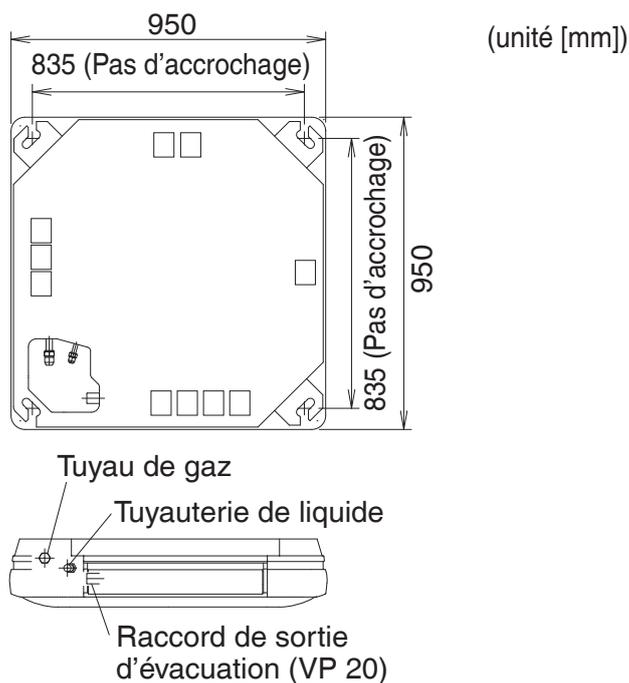
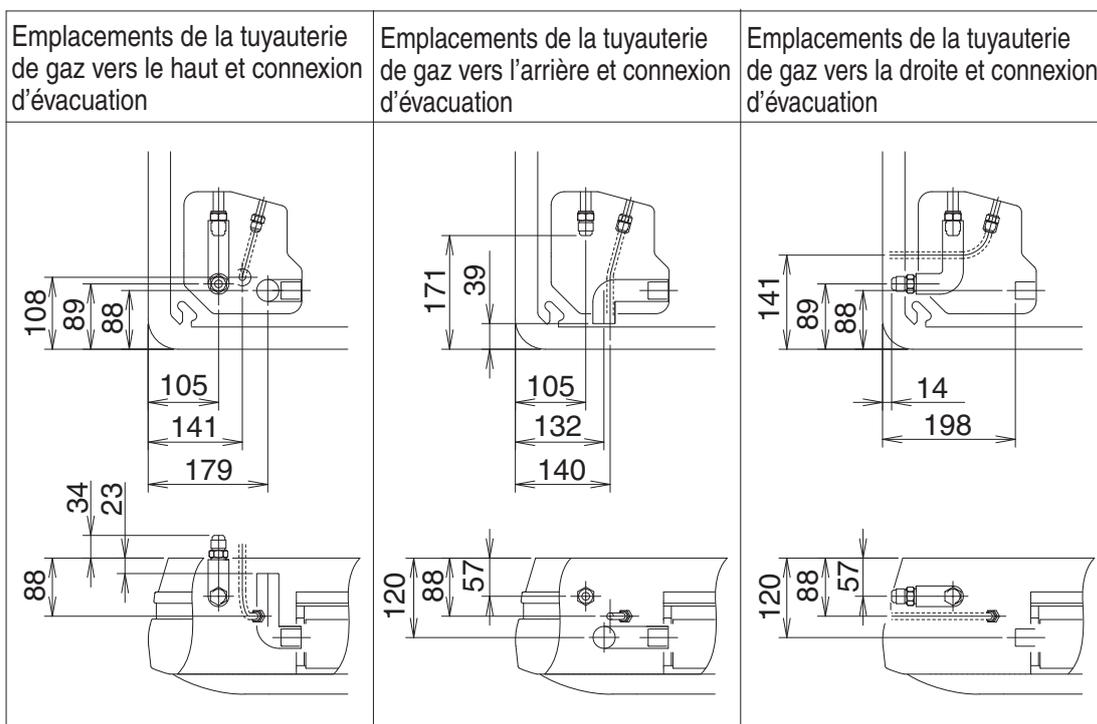

Fig. 5
Fig. 6
- (1) Vérifiez l'emplacement des vis à œillets de l'unité intérieure, des tuyaux de sortie, des trous de sortie du tube d'évacuation et le câblage électrique des trous d'entrée. (Ce schéma montre la vue depuis le plafond.) (Reportez-vous à la Fig. 5 et à la Fig. 6)